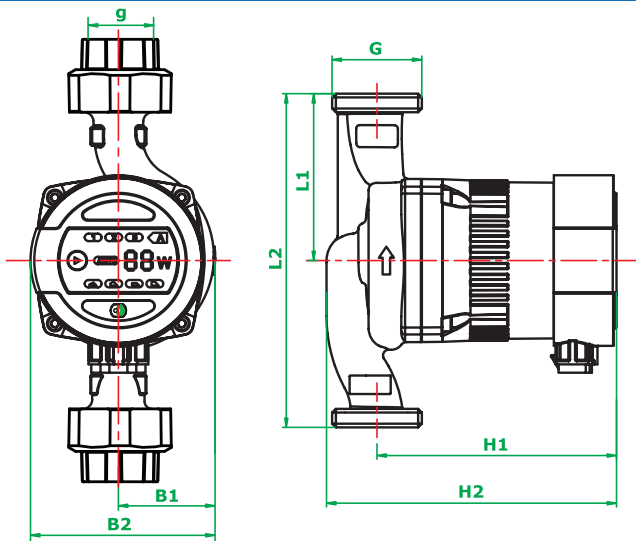

Рис.1 Обозначение монтажных размеров насоса.
2.14. Технические характеристики циркуляционных насосов в зависимости от модели приведены в таблице 2; 3 и Рис. 1.